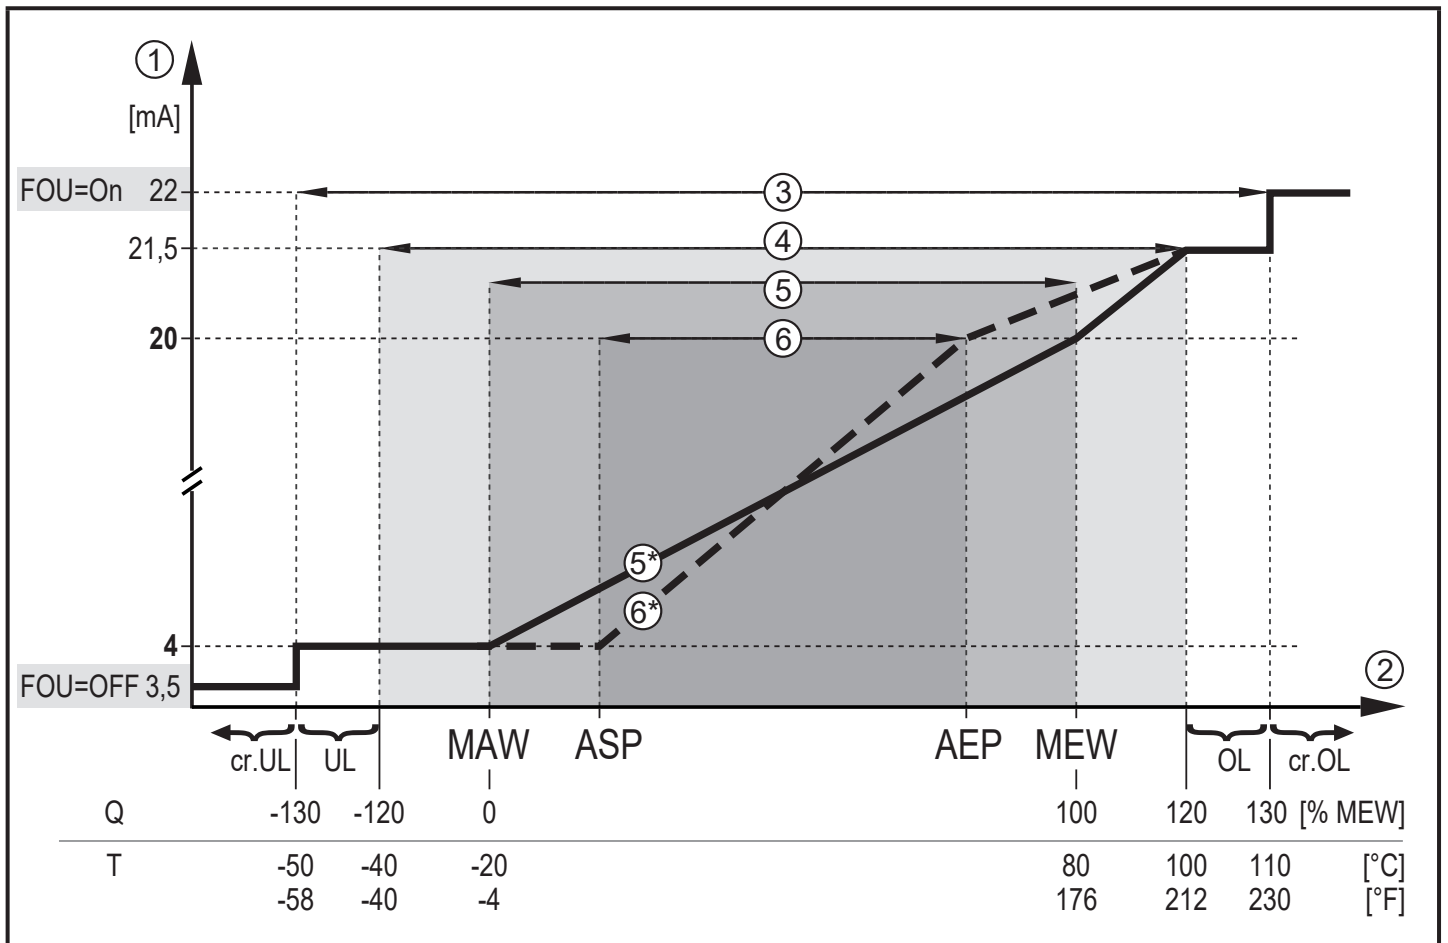

Рис. 1: Характеристики аналогового выхода в соответствии со стандартом IEC 60947-5-7.
- Если измеренное значение находится вне диапазона измерения или в случае внутренней ошибки, выдаются токовые сигналы или сигналы напряжения, указанные на Рис. 1.
► Установите прибор согласно рис. 1 или 3.